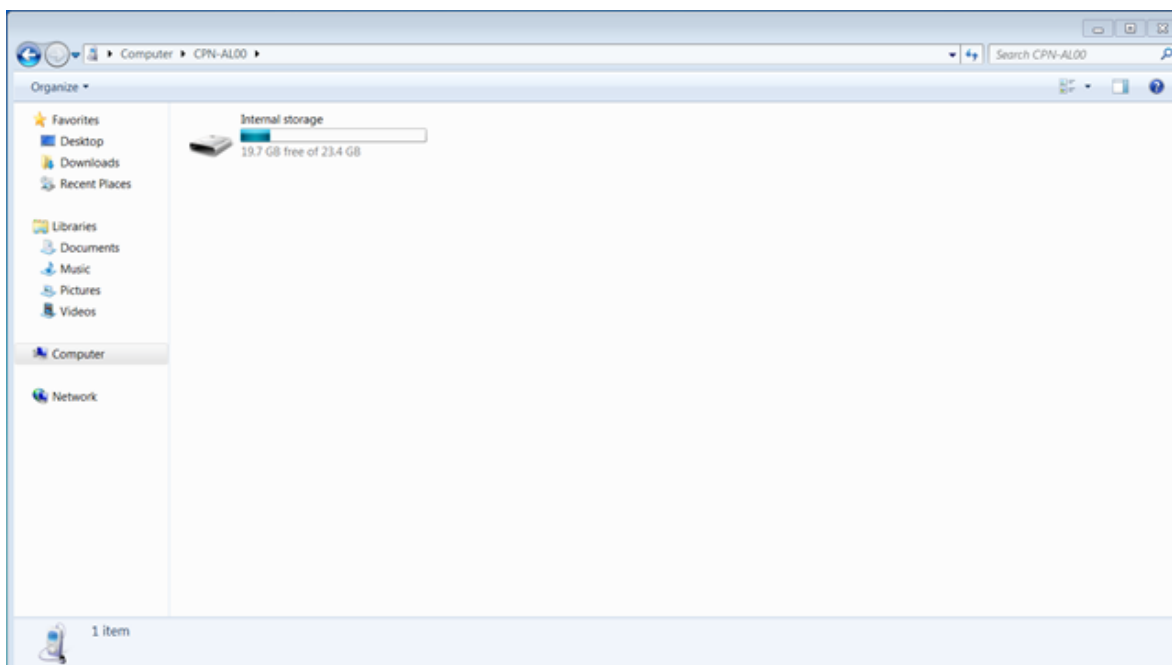

Figura 65: Archivo de disco del dispositivo.
4. Acceda al dispositivo portátil llamado CPN-AL00 (este es el nombre del dispositivo en el que está instalado el software del programador. Si el nombre del dispositivo es diferente, la situación real debe prevalecer) (Figura 65).